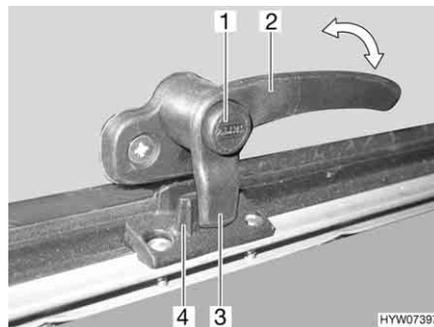
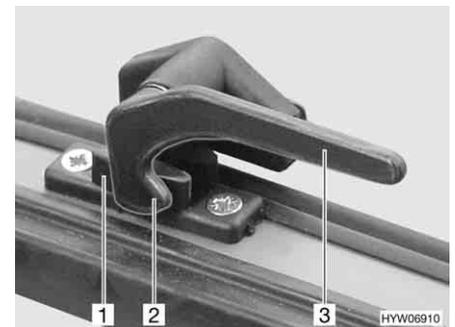

Fig. 73 Palanca de bloqueo con botón de seguridad en la posición de "cerrado"
Fig. 74 Palanca de bloqueo en la posición de "abierto"
- Si existe, pulsar el botón de seguridad (Fig. 73,1) y mantenerlo pulsado.
- Girar toda la palanca de bloqueo (Fig. 73,2 ó Fig. 74,3) un cuarto de vuelta hacia el centro de la claraboya.
- Girar todas las palancas de bloqueo (Fig. 73,2 ó Fig. 74,3) un cuarto de vuelta hacia el marco. El saliente de bloqueo (Fig. 73,3 ó Fig. 74,2) se encuentra en la cara interior del bloqueo de la claraboya (Fig. 73,4 ó Fig. 74,1).
- En la posición "cerrada fijamente" (Fig. 73 y Fig. 74)